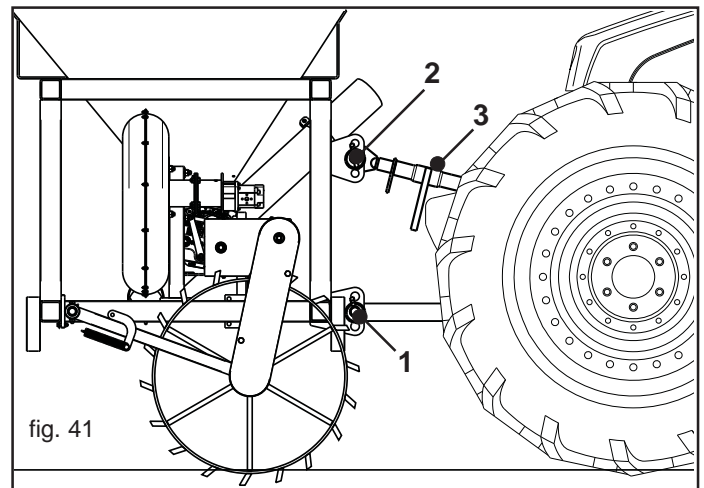
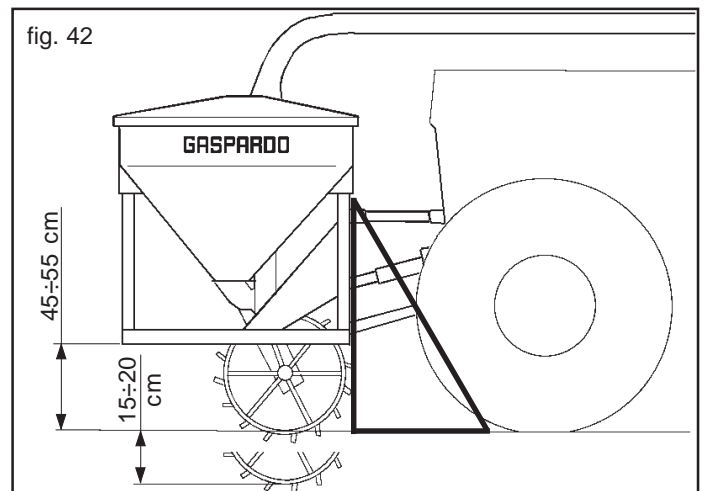

fig. 41
fig. 42
- 1) Die Hubvorrichtungsstangen in die vorhandenen Bolzen einhängen (1, Abb. 42) und mit den Sicherheitssplints blockieren.
- 2) Den oberen dritten Punkt (2, Abb. 42) ankuppeln. Der Stift muß durch seinen Splint blockiert werden; mit der Einstellzugstange (3, Abb. 41) die Sämaschine senkrecht zum Boden ausrichten (Abb. 42).
- 5) Das Frontanbaugerät anheben und die Stützfüße abnehmen. Das Antriebsrad muß sich einwandfrei drehen können, hierzu die Höhe des Anbaugeräts bei Arbeitsstellung einstellen (45 bis 55 cm, Abb. 42). Diese Einstellung muß während des gesamten Sävorgangs konstant beibehalten werden.
- 6) Bei der Arbeit muss garantiert sein, dass das Antriebsrad auf dem Boden aufliegt. Die auf Abbildung 51 angegebenen Kettenglieder (C) verwenden, um eine Ausschlagweite von zirka 15÷20 cm (Abb. 42) zu erhalten.